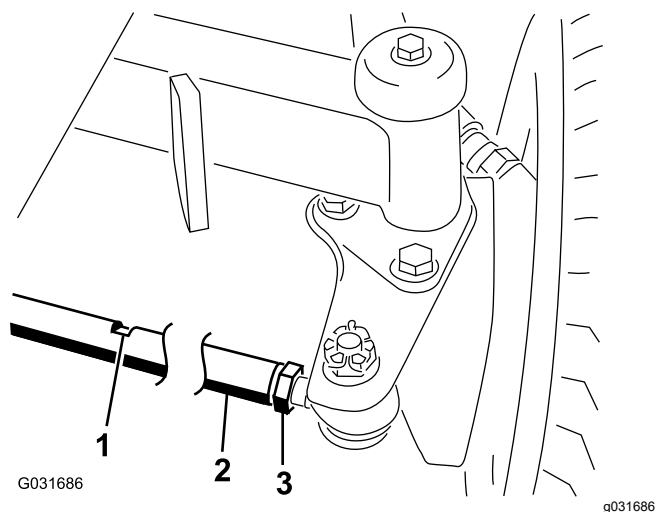

Рисунок 84
2. Ослабьте зажимную гайку с каждой стороны соединительной тяги (Рисунок 84).